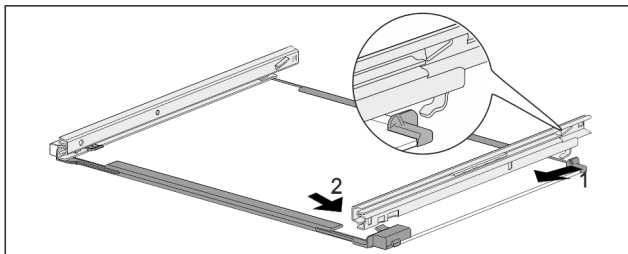

Fig. 181 Staklena ploča s vodilicama
- ▶ Zakvačite vodilicu sa stražnje strane. Fig. 181 (1)
- ▶ Uglavite vodilicu s prednje strane. Fig. 181 (2)